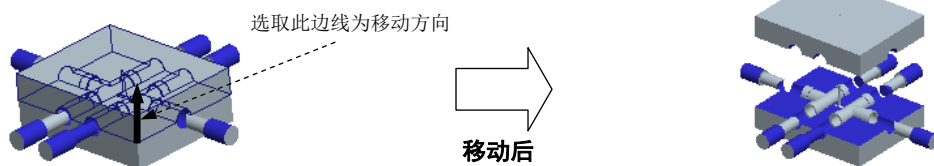

图 15.38 移动上模
(1) 在系统弹出的“菜单管理器”菜单中选择 **Define Step (定义步骤)** → **Define Move (定义移动)** 命令。
(2) 在系统  为迁移号码1 选择构件。 的提示下，在模型中选取上模零件，然后在“选择”对话框中单击 **确定** 按钮。
(3) 在系统  通过选择边、轴或面选择分解方向。 的提示下，选取图 15.38 所示的边线为移动方向，输入要移动的距离值 200，然后按回车键。
(4) 在 **▼ DEFINE STEP (定义步骤)** 菜单中选择 **Done (完成)** 命令，移出后的状态如图 15.38 所